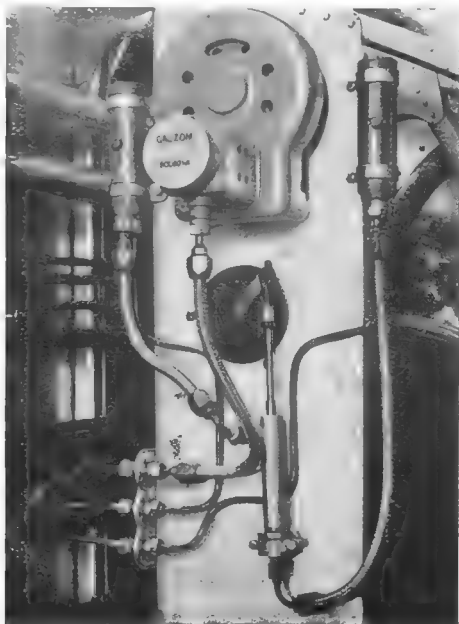

Fig. 47
Con l'iniettore pneumatico si inietta la benzina nel motore, mentre attraverso i due rubinetti (64) passa l'aria compressa che aziona i motorini Calzoni (69), uno per i motori destri, l'altro per i sinistri, a cui sono collegati i magneti di avviamento. Per mezzo di un meccanismo ad aria compressa (53) che muove il deviatore (54), il motore che si vuole avviare viene collegato automaticamente al magnete d'avviamento quando si apre il corrispondente rubinetto di lancio (fig. 47).